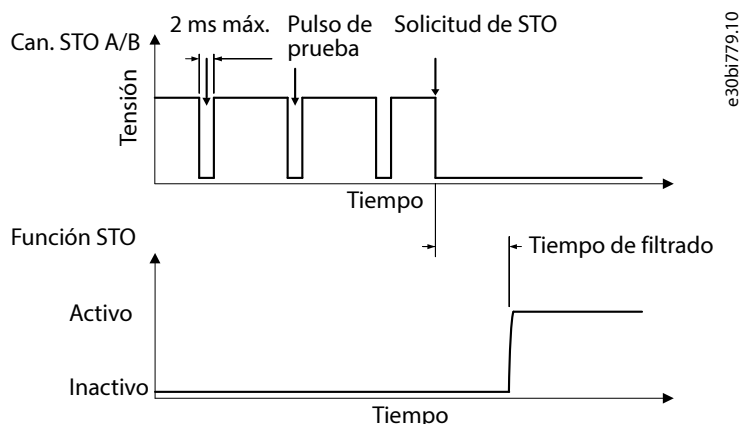
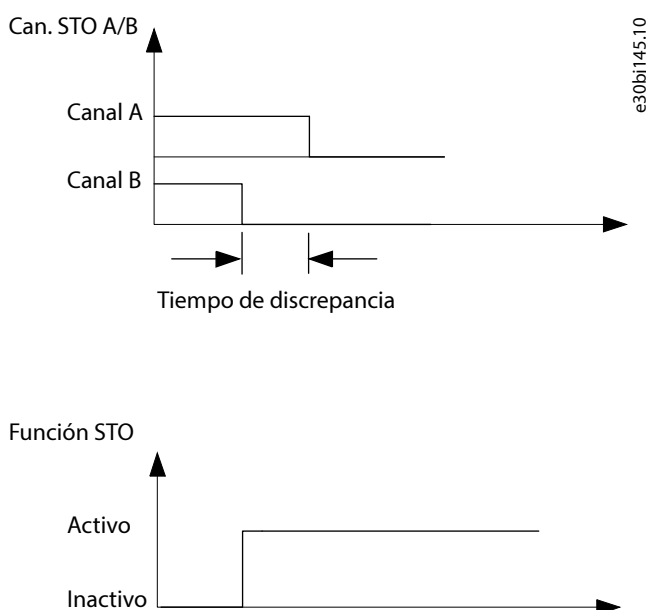

Figura 1: Filtrado del pulsos de prueba
Figura 2: Tiempo de discrepancia
- **Aislamiento galvánico de los terminales:** Los bloques de terminales de I/O de seguridad funcional de la tarjeta de control (X31, X32) tienen entradas independientes aisladas galvánicamente para permitir, por ejemplo, el intercambio de las polaridades de los terminales de entrada de STO, como se muestra en Figura 1 y en Figura 2.